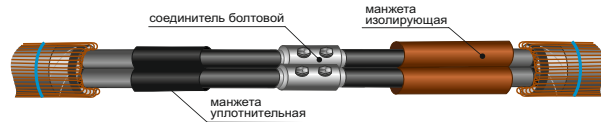

Рис. 6
11. Наденьте на жилы одного кабеля уплотнительные манжеты, на жилы другого кабеля изолирующие манжеты (рис.6).
12. Произведите соединение жил кабелей болтовыми соединителями путем срыва головок затяжных болтов. При закручивании болтов, для исключения разворота соединителя и изгиба жилы, зафиксируйте соединитель в специальной металлической струбчине. При необходимости, удалите напильником выступающие после срыва головок края болтов. В случае, если кабельная муфта не укомплектована болтовыми соединителями, произведите соединение жил кабелей по выбранной Вами технологии (рис.6).